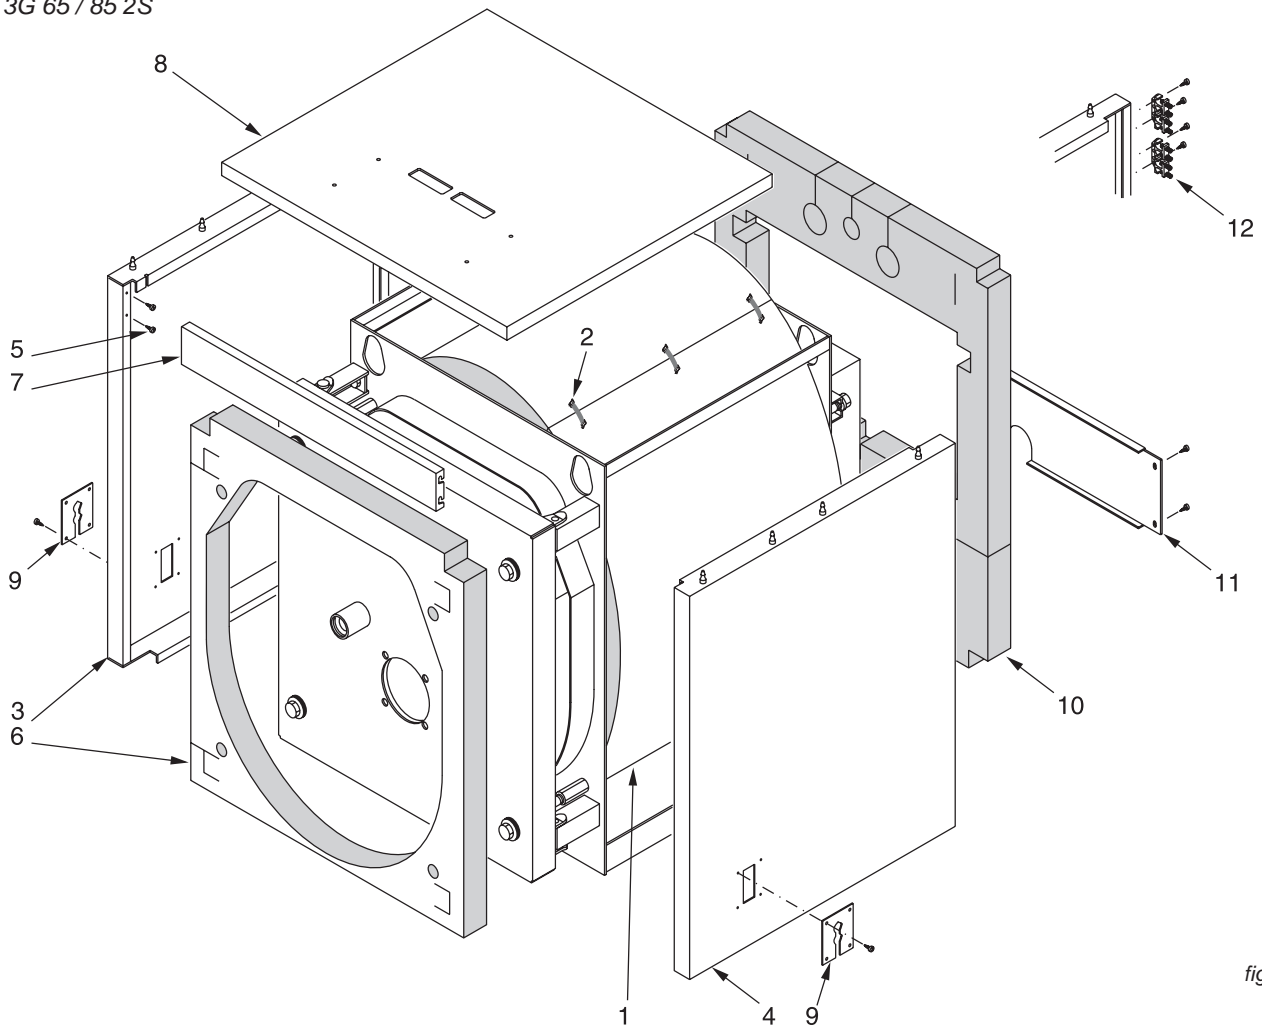

fig. 24
N.B. Pour les modèles compris entre **TST 3G 65 2S** et **TST 3G 85 2S** (voir fig. 24 et 25), les panneaux d'habillage et le manteau isolant de la chaudière sont contenus dans un carton unique marqué :
Séquences de montage (voir fig. 24)